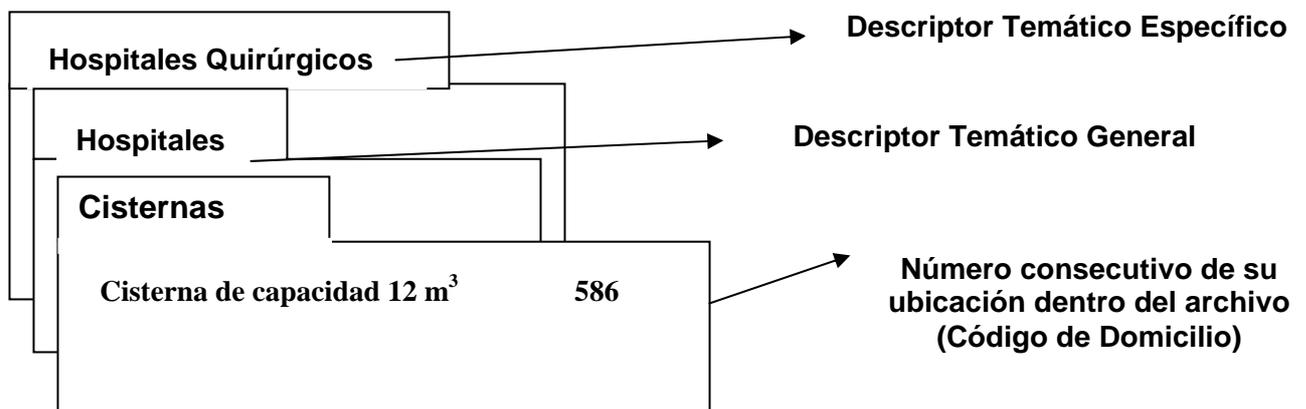

Figura 1
4.2.4 Para la búsqueda de la documentación registrada en el área, se preparará el fichero de contenido temático, por orden alfabético en el cual se reflejarán desde los descriptores generales hasta los más específicos, lo cual nos facilitará la búsqueda de un diseño por varias referencias.(ver figura 1)